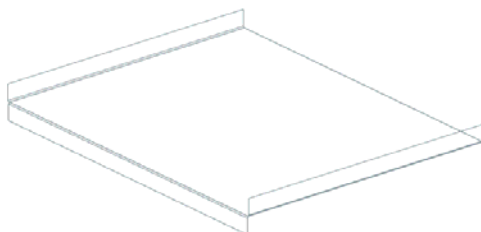

图 11-232 创建弯边特征 3
(8) 在“弯边”对话框中，单击  按钮，创建弯边特征 3，如图 11-232 所示。